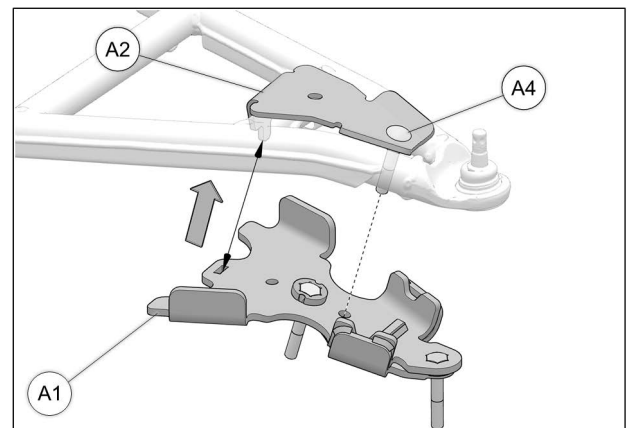

Fig. 14
6. Positionner l'ancrage antirotation (A1) sous le bras de suspension inférieur. Engager le trou central de l'ancrage sur le boulon (A4) déjà installé dans le couvercle (A2) et s'assurer que le tenon est bien inséré dans la mortaise. Voir Fig. 14